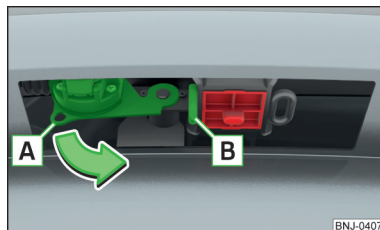

Fig. 242
- » Agarrar el enchufe de 13 polos en el área **A** y girarlo en el sentido de la flecha » fig. 242.
- » Abrir la tapa del enchufe y conectar el conector del remolque (del accesorio) en el conector de 13 polos **A** » fig. 242. (Si el remolque/accesorio dispone de un conector de 7 polos, usar un adaptador de los accesorios originales de ŠKODA).